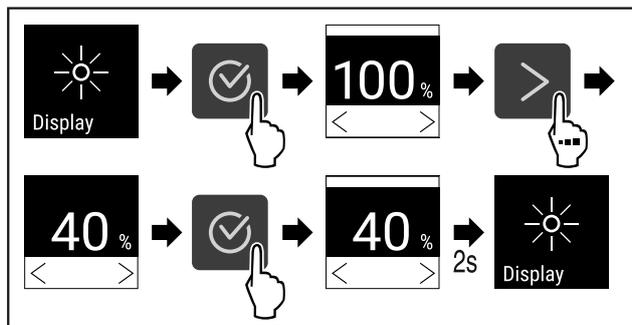

Fig. 71
- ▶ Vykonajte kroky akcie (pozri Fig. 71) .